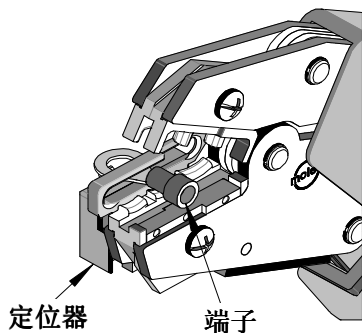

图 1
4. 若使用定位器，则请提起定位器，然后把端子插入正确压线槽，压线框放到定位托块上并倚住定位托块。释放定位器叶片把端子固定住。见图1。可以提高或降低定位器，使端子在工具中保持平直。压接对接接头时必须卸下定位器。